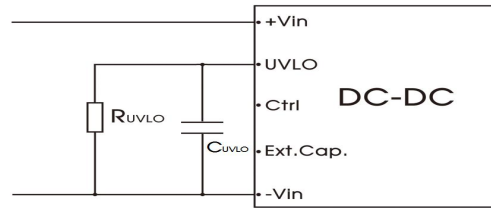

图 9
- 3.UVLO 引脚可以通过外部电阻 RUVLO 调节输入欠压保护点，RUVLO 的具体数值请参考图 9，如果该引脚悬空，欠压保护点为 11V。
3. 电阻  $R_{UVLO}$  用于调节输入欠压保护点，取值可参考图 9。